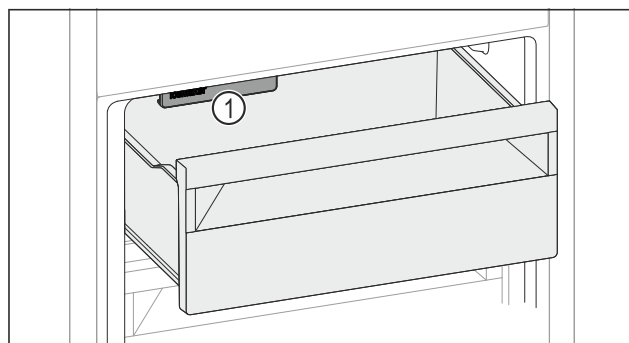

Fig. 126
- ▶ Vær opmærksom på IceMaker Fig. 126 (1).